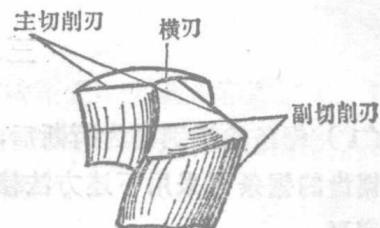

图 1-16 麻花钻的切削部分
**2. 麻花钻的工作部分** 工作部分由切削部分（图 1-16）和导向部分组成。切削部分包括横刃和两条主切削刃。标准麻花钻两条主切削刃形成的锥角为  $118^\circ \pm 2^\circ$ 。导向部分有两条对称的螺旋槽，用来形成副切削刃，并起排屑作用。